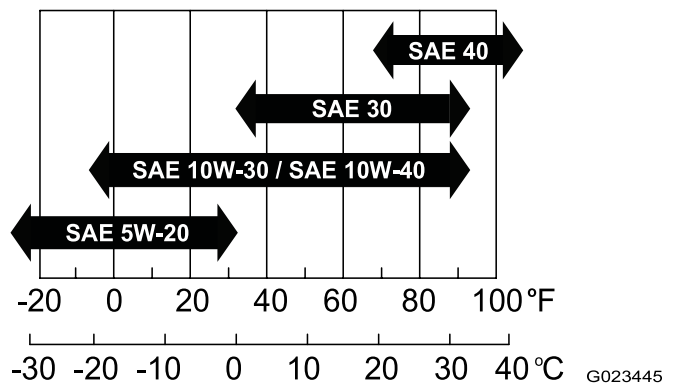

Рисунок 38
- **Вязкость:** SAE 30; другие значения вязкости см. в следующей таблице (Рисунок 38):